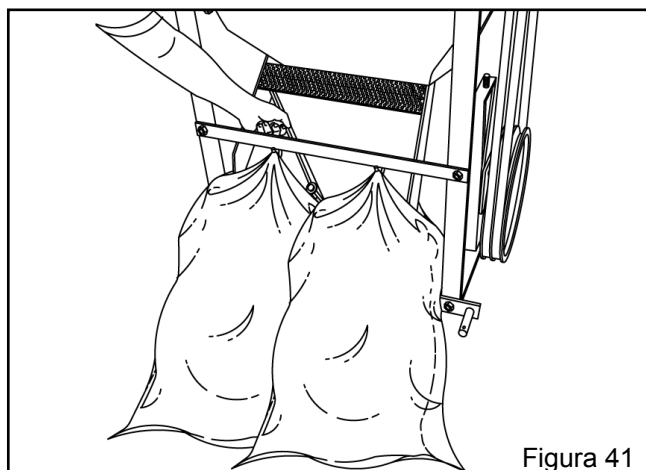

Figura 41
- Coloque um saco na bica de saída (Figura 41 e 42), para a recepção do milho debulhado. A bica de saída possui pontos de fixação de dois sacos e direcionador que permite direcionar os grãos debulhados para outro saco assim que um esteja cheio, evitando desta maneira paradas na operação de trabalho, permitindo uma maior produção da operação de debulha.